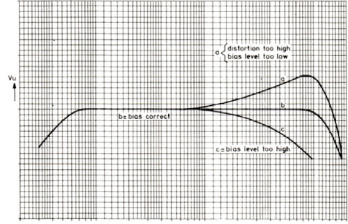

Fig. 7
- *f. When one channel is adjusted this may slightly affect the adjustment of the other channel. If the adjustment is correct the frequency response curve will be similar to curve b in Fig. 7.
- *f. Lors du réglage d'un des canaux on pourrait constater qu'il y a incidence sur l'autre. Si le réglage est comme il faut, la courbe de fréquence aura la forme de celle de la Fig. 7 courbe b, distorsion ≤ 3%.
- *f. Bij het instellen van het ene kanaal kan het andere iets worden beïnvloed. Bij een goede instelling zal de frequentie karakteristiek als in Fig. 7 curve b verlopen, vervorming ≤ 3%.
- *f. Beim Einstellen des einen Kanals kann der andere etwas beeinflusst werden. Bei einer entsprechenden Einstellung verläuft der Frequenzgang wie in Abb. 7, Kurve b, Verzerrung ≤ 3%.
- *f. Quando viene regolato un canale, questo può influire sulla regolazione dell'altro. Se la regolazione è corretta la curva della riposta in frequenza sarà simile alla curva b della Fig. 7. Distorsione aumenterà ≤ 3%.